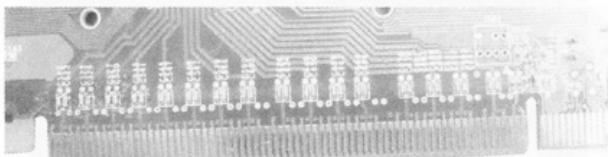

图 3-18 PCI-E 显卡的耦合电容
(2) 测量显卡反面一排 32 颗电容靠近 GPU 一端二极体值，值同样要求一致，注意电容需要从左往右数 32 颗即可，如图 3-18 所示。